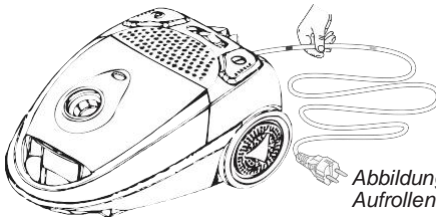

Abbildung 8
- ⚠ Führen Sie das Kabel beim Aufrollen. Ansonsten kann sich das Kabel verknoten oder der Stecker kann hart gegen die Geräterückseite schlagen. Nehmen Sie das Kabel an der Markierung locker in Ihre Hand und lassen Sie es kontrolliert durch Ihre Finger in das Gerät hineinziehen, siehe Abbildung 8.